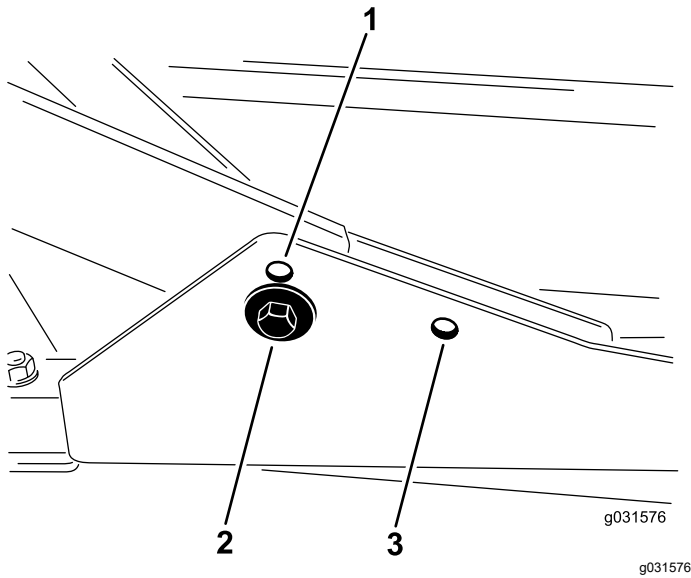

Figura 12
1. Para alturas de corte de entre 2 cm y 7.6 cm ($\frac{3}{4}$ " y 3"), monte los bastidores de tiro delanteros en los taladros de montaje delanteros inferiores (Figura 12).
delanteros en los taladros de montaje delanteros superiores (Figura 12).
Para todas las alturas de corte, monte la unidad de corte trasera en los taladros de montaje traseros (Figura 12).